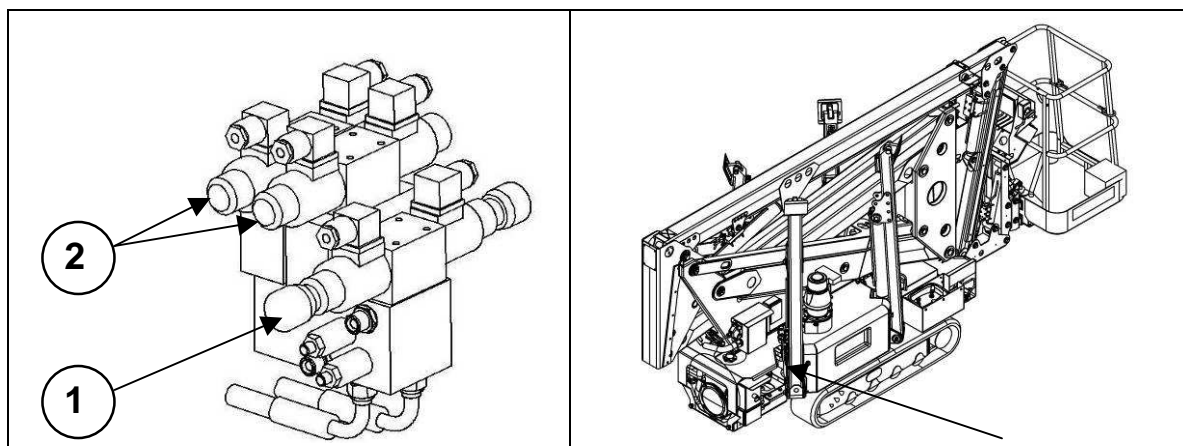

fig. 4.4.6
- Das Bypassventil der Stützen (fig. 4.4.6, pos. 1) aktivieren.
- Die beiden Ventile der Raupenbewegung in die gewünschte Fortbewegungsrichtung (fig. 4.4.6, pos. 2) drehen.